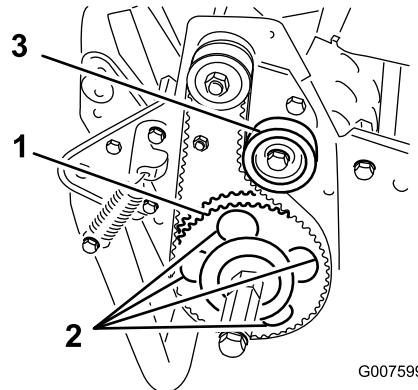

Figura 38
- Gire la polea arrastrada hasta que los taladros queden alineados con los 4 tornillos con arandela prensada del cojinete de rodillos (Figura 38).
- Ajuste la tensión de la correa y apriete el tornillo de montaje de la polea tensora (Figura 38).